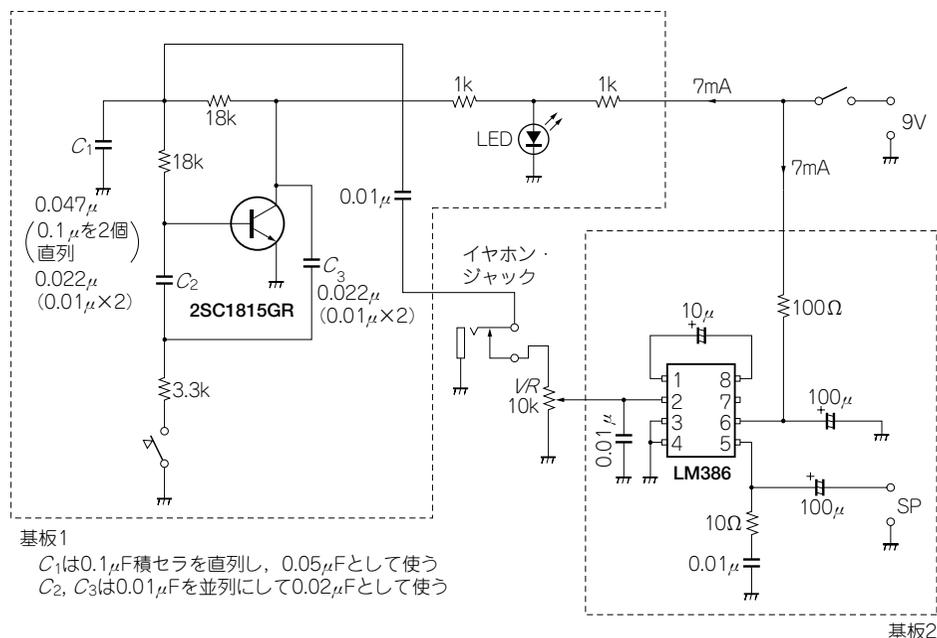

図1-2-4 簡単なモールス練習機の回路
ランド基板を作る練習として、モールス練習機を作ってみます。図1-2-4に、その回路を示します。基板にするのは点線で囲まれた部分で、①LM386アンプ基板と②ツインT発振基板の2枚に分けて作ります。